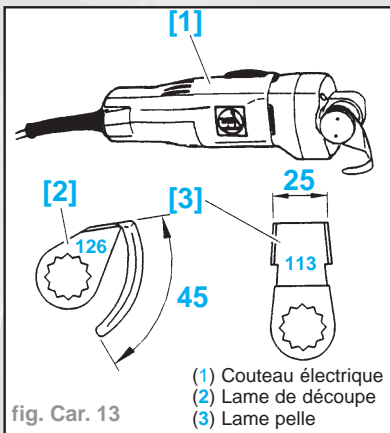

fig. Car. 13
**Outils préconisés** (fig. Car. 13).
- Équiper le couteau électrique (1) de la lame (2) (fig. Car. 13).
- Équiper le couteau électrique (1) de la lame (3) (fig. Car. 13).